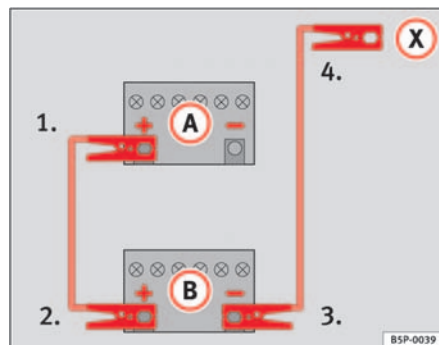

Abb. 193 Schema für das Anklemmen der Starthilfekabel
In der ⇒ Abb. 193 ist **A** die entladene Batterie und **B** die stromgebende Batterie.
1. Klemmen Sie ein Ende des roten Starthilfekabels an den Pluspol ⇒ Abb. 193 ⊕ des Fahrzeugs mit der entladenen Batterie ⇒ ⚠.